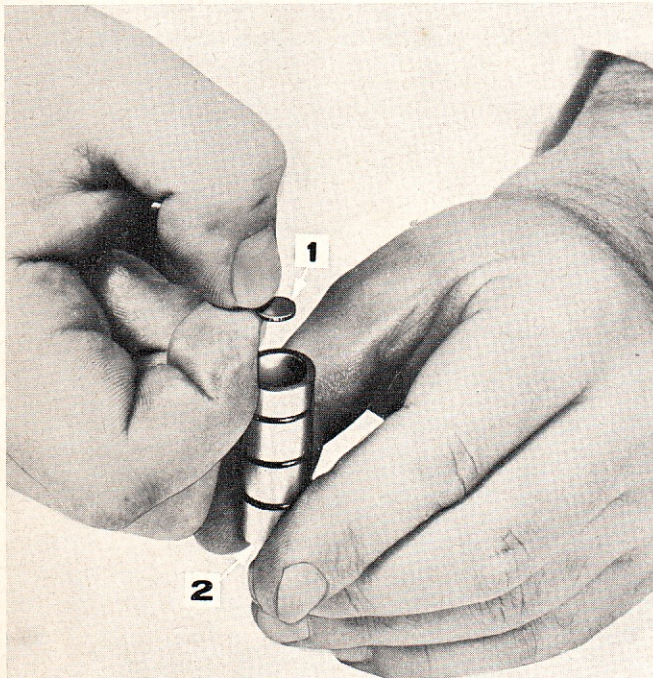

**Figure 9: Dépose du piston du clapet de commande**
5. Pour extraire le piston, utiliser l'air comprimé ou une pompe à pied munie d'un raccord de gonflage air/eau. Introduire l'air par la lumière de sortie du clapet (Figure 9), tout en masquant les autres lumières pour empêcher l'air de s'échapper. Séparer du piston les cales d'épaisseur.